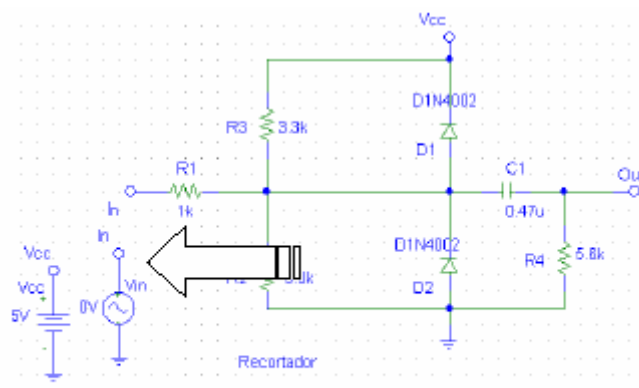

Figura 31
Para poder realizar este tipo de análisis se ha de insertar en el circuito un generador de tensión alterna (V_{AC}), por lo que se ha de sustituir el generador de estímulo por uno de tensión alterna (figura 31) al que se pondrá en este ejemplo como atributo 10 voltios de amplitud (ACMAG) y 0 voltios de nivel de tensión continua (DC). No se ha de proporcionar ningún valor de frecuencia, ya que es esta la variable de entrada y por supuesto de representación. Este generador se halla en la librería **Source.slb** con el nombre **VAC**